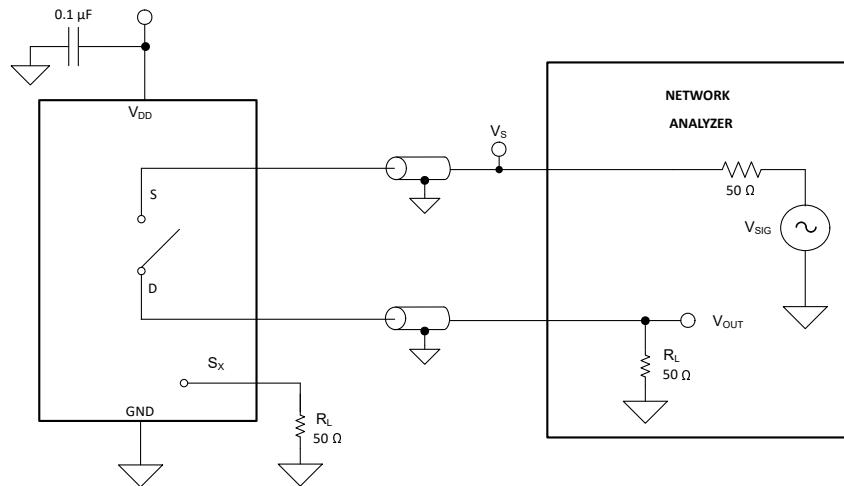

図 7-9. オフ絶縁測定時の設定
オフ絶縁は、オフチャネルのソース・ピン (S_x) に信号が印加された場合に、そのデバイスのドレイン・ピン (D) に現れる信号の比率として定義されます。図 7-9 に、測定を行う際の設定と、絶縁を計算するための式を示します。